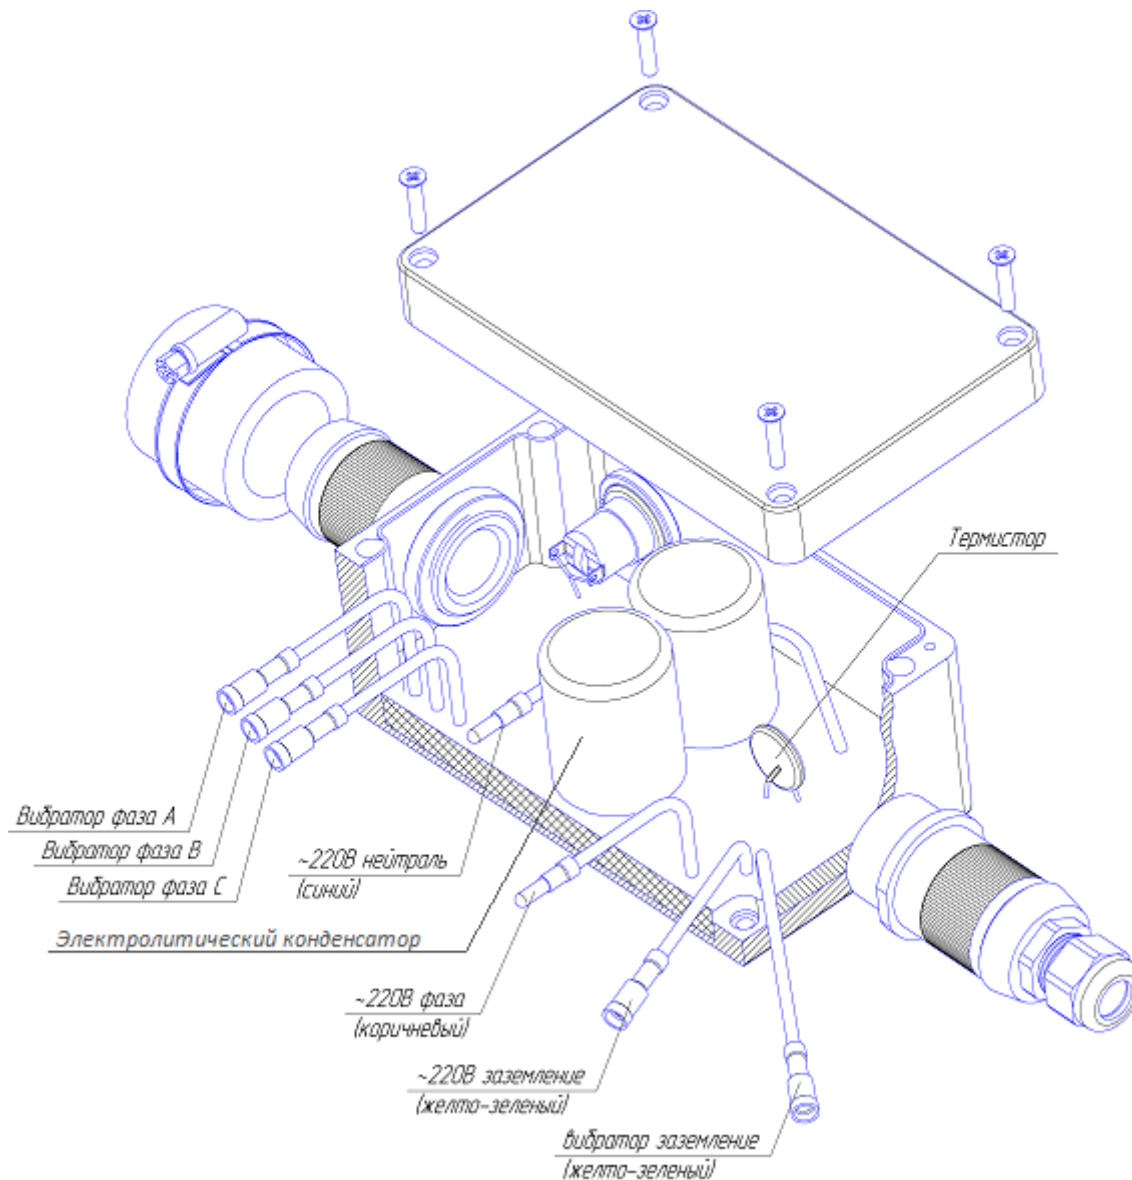

Рисунок 1.
1) Подключить внешние провода к преобразователю в соответствии с рис. 1
3) **ВНИМАНИЕ!** Провода от сетевого кабеля укладывать между левой стенкой и электролитическим конденсатором (см. рисунок 1), провод ~220В (нейтраль) должен обойти конденсаторы со стороны кнопки. Провода не должны касаться термистора (при работе нагревается до температуры 120-140 градусов).